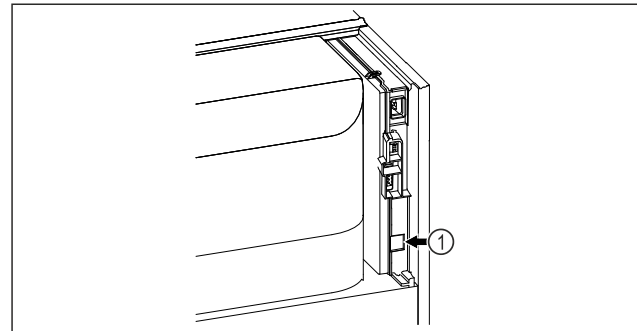

Fig. 99
- ❑ SmartModule Fig. 99 (1) är insatt.